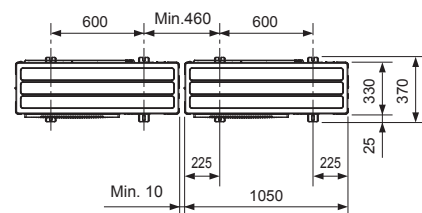

Fig. 3-1
- Sørg for å montere enheten på et solid, plant underlag. Det vil forhindre klaprelyder under drift. (Fig. 3-1)